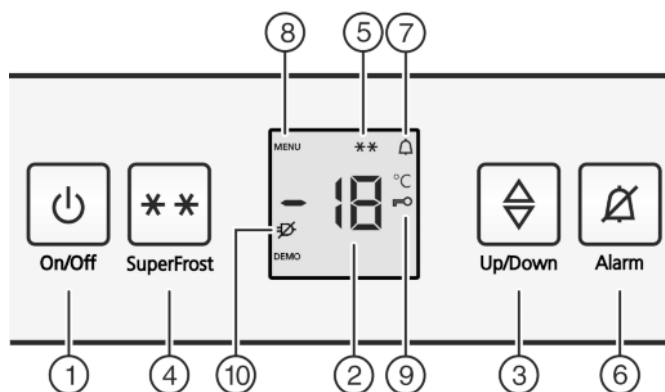

Fig. 2
- ▶ Aan/uit-toets *Fig. 2 (1)* indrukken.
- ▶ Instelmodus activeren: Druk de toets SuperFrost *Fig. 2 (4)* gedurende ca. 5 seconden in.
- ▷ Op de display wordt het symbool Menu *Fig. 2 (8)* weergegeven.
- ▶ Met de toets SuperFrost *Fig. 2 (4)* kort bevestigen.
- ▷ Het symbool Kinderbeveiliging *Fig. 2 (9)* op de display gaat branden.
- ▶ Druk de toets On/Off *Fig. 2 (1)* kort in.
- ▷ Het symbool Kinderbeveiliging *Fig. 2 (9)* gaat uit.
- ▶ Toets Alarm *Fig. 2 (6)* indrukken.
Tegelijkertijd knipperen de temperatuursdisplay en het symbool Alarm *Fig. 2 (7)*.
Het akoestisch alarm stopt automatisch, het symbool Alarm *Fig. 2 (7)* gaat uit en de temperatuursdisplay houdt op met knipperen, wanneer de temperatuur weer laag genoeg is.